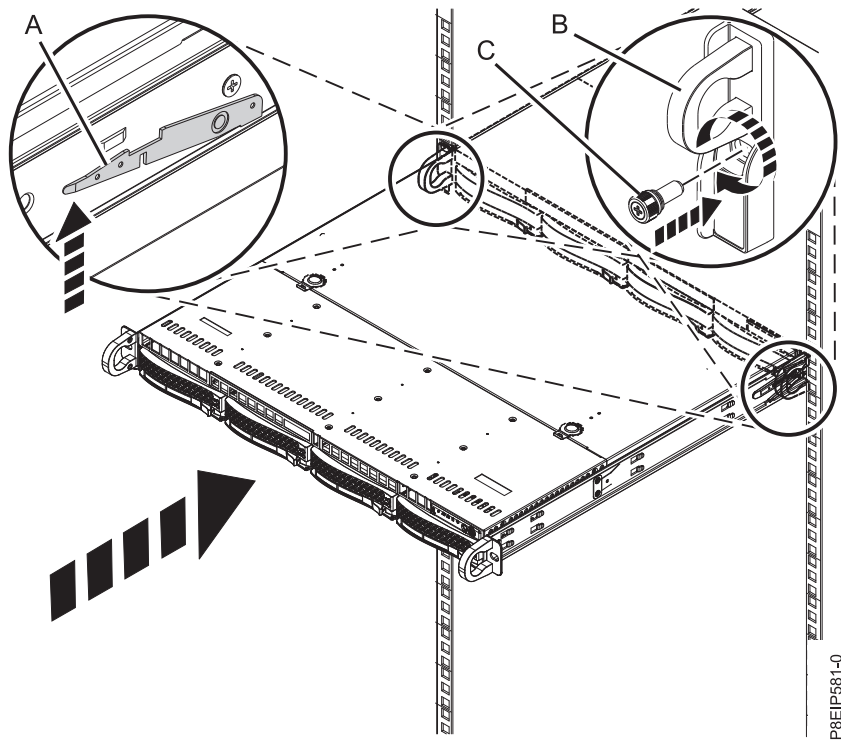

Figura 60. Colocación del sistema en la posición operativa
4. Libere los pestillos de seguridad del riel (A) estirándolos hacia arriba, tal como se indica en Figura 60 en la página 97, después, empuje el sistema para que quede totalmente dentro del bastidor.